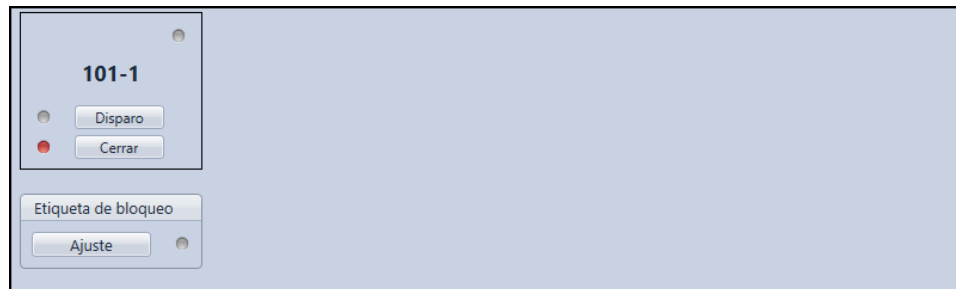

Figura 48-2. Pantalla de control Interruptor de control del cortacircuitos
1. Utilice el Explorador de mediciones para abrir la rama de árbol de Control, Interruptor de control del cortacircuitos (Figura 48-2).